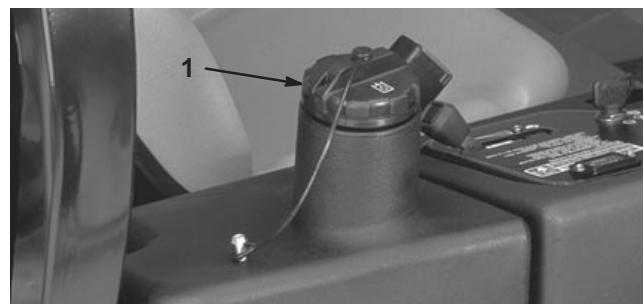

Bild 20
2. Reinigen Sie den Bereich um den Füllstutzen und den Deckel des Hydraulikölbehälters (Bild 20). Entfernen Sie den Deckel.